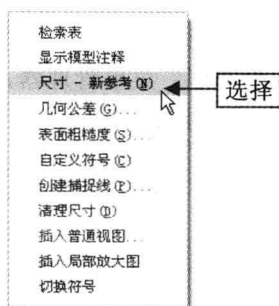

图 12-68 选择“尺寸-新参考”命令
- 在绘图区中的空白位置单击鼠标左键，在弹出的快捷菜单中选择“尺寸-新参考”命令，如图 12-68 所示。